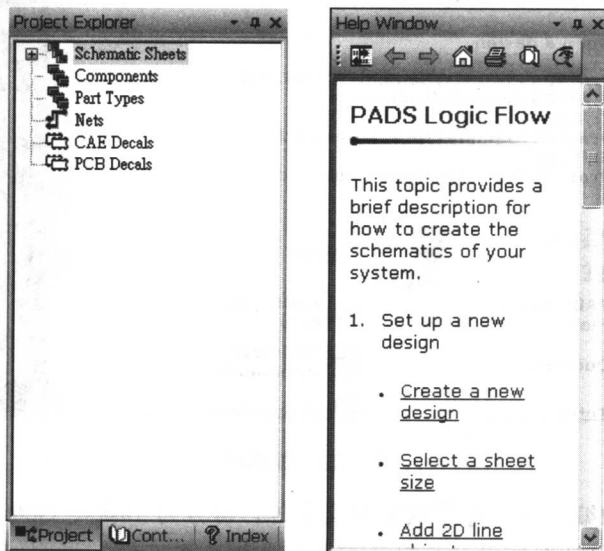

图 1-10 项目管理窗口与帮助窗口
**项目管理窗口：**窗口左边为项目管理窗口，如图 1-10 中的左图所示，其中以树状结构列出了项目文件列表，可从该窗口中打开文件。
**帮助窗口：**窗口右边为帮助窗口，如图 1-10 中的右图所示，其中提供了 PADS Logic 的各项帮助说明。